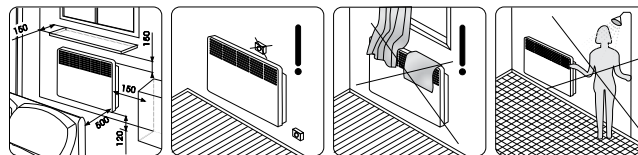

Рис. 3
3. В соответствии с рис. 3 определите место установки конвектора с соблюдением минимальных расстояний от предметов и минимального расстояния от пола.